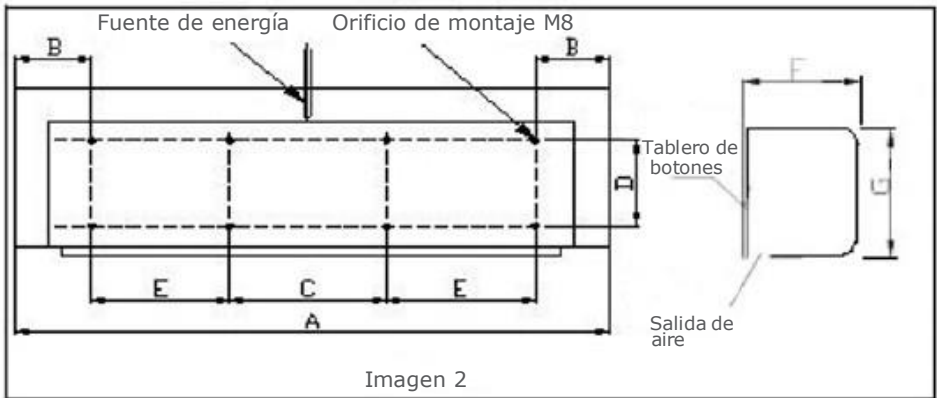

Imagen 2
- (1) Según las diferentes especificaciones, se deben proporcionar las dimensiones de montaje y elegir la posición (imagen 2)